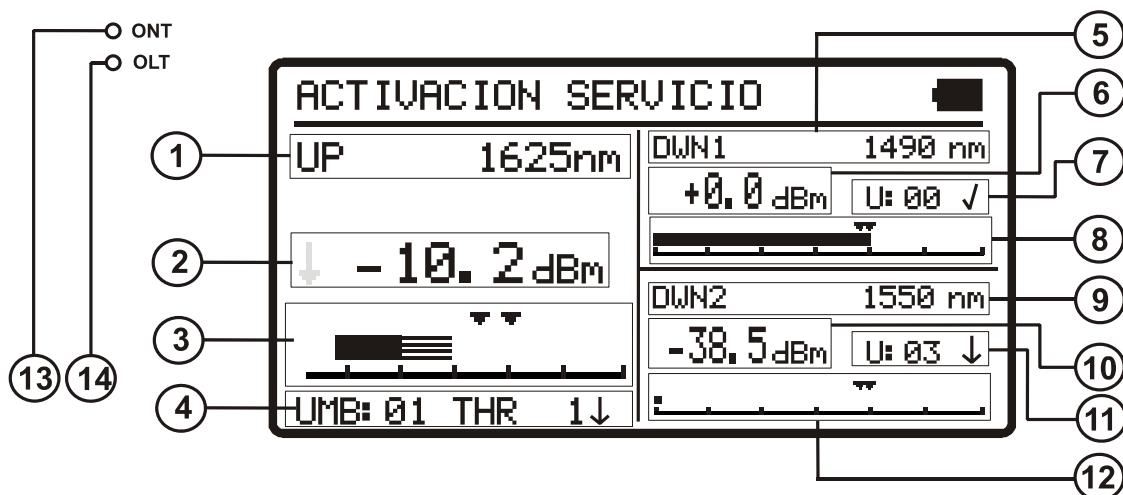

Figura 10. Pantalla ACTIVACIÓN SERVICIO.
- 3 Pulse **SEL**  [12] para entrar en la pantalla (ver figura 10).